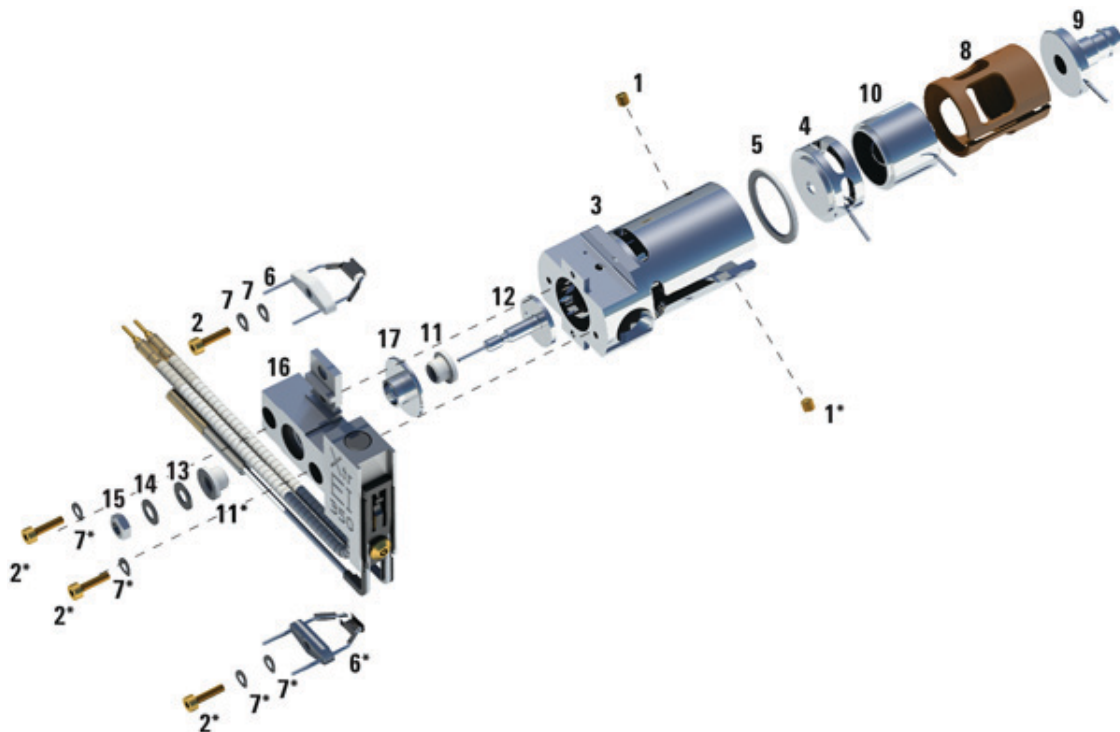

Figura 23 Desmontar la fuente extractora de iones de EI
- 2 Retire los filamentos al quitar los dos tornillos chapados en oro y separar los filamentos de la fuente. Consulte la sección Figura 23 en la página 154.
Tabla 19 Lista de piezas de la fuente extractora de iones (Figura 23)
Tabla 19 Lista de piezas de la fuente extractora de iones (Figura 23) (continuación)